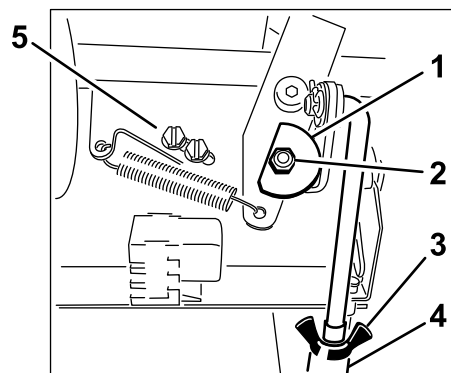

Figura 44
7. Afloje la tuerca y el perno que sujetan la leva (Figura 44).
11. Si es necesario, afloje los tornillos que sujetan el interruptor, y ajuste el interruptor (Figura 44).